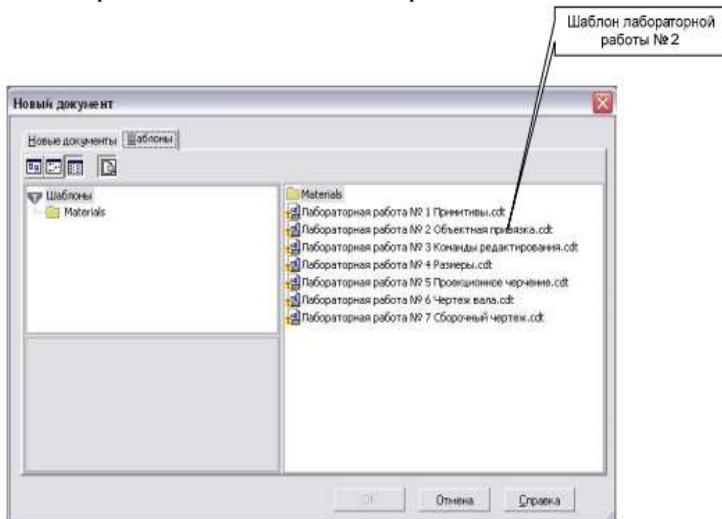

Рисунок 25. Графическое меню **Новый документ**
– В верхнем падающем меню выберите **Файл** → **Создать**, после чего появится графическое меню **Новый документ**, показанное на рис. 25. Выберите вкладку **Шаблоны**, а в нем шаблон практической работы «Практическая работа № 3. Объектная привязка».